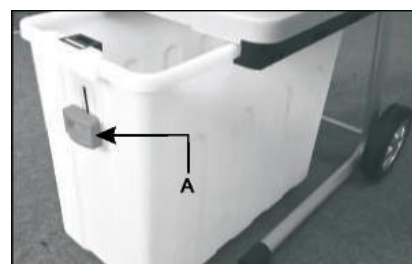

Fig. 4
4.3.3- Scatola di raccolta (Fig. 4)